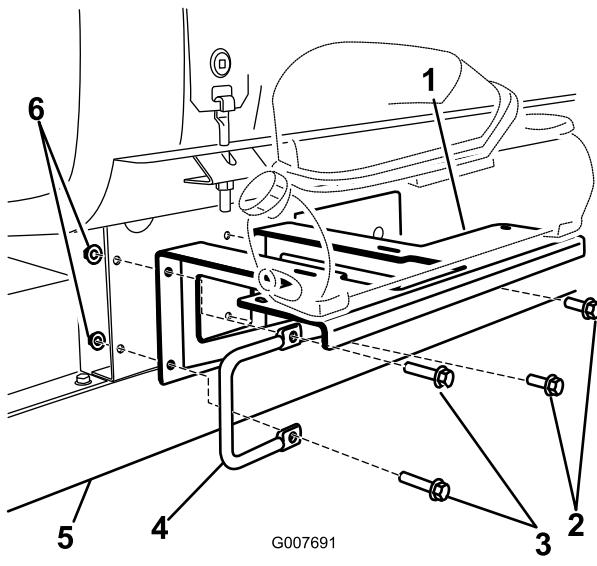

図 6
- 付属部品のボルト(3/8 x 1-1/4 インチ)(2本)、ワッシャ(3/8 インチ)(2枚)、フランジ・ナット(3/8 インチ)(2個)、および先ほど外した左ハンドルとその取り付け金具を利用して、ブラケットをフレームに取り付ける(図 6)。